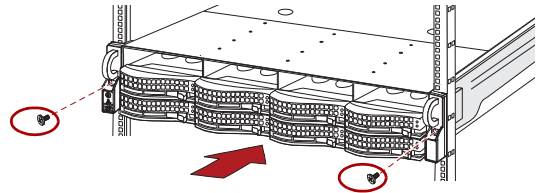

Abbildung 10. Befestigen des Erweiterungs-Arrays am Rack
5. Verwenden Sie die **zwei** mitgelieferten **Schrauben**, um die Flansche des Erweiterungs-Arrays am Rack zu befestigen (Abbildung 10).